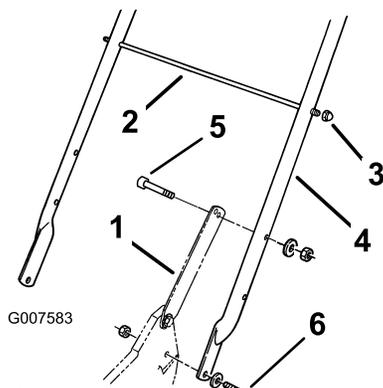

Figure 3
1. Montez le guidon à l'extérieur du carter de la machine (dans le trou inférieur) avec 2 boulons (5/16 x 1-1/4 po), rondelles et contre-écrous minces (5/16 po) (Figure 3).
2. Fixez les pattes de verrouillage au guidon avec 2 boulons (5/16 x 1-1/2 po), rondelles et contre-écrous (5/16 po) (Figure 3).
3. Insérez la tige de support du bac à herbe dans le deuxième trou en partant du haut du guidon, et serrez un contre-écrou borgne à chaque extrémité (Figure 3).